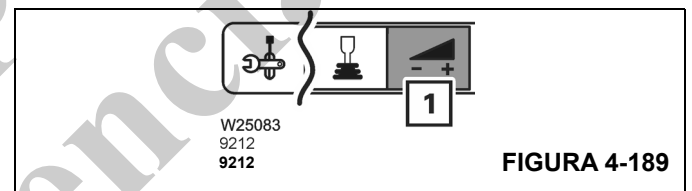

FIGURA 4-189
Seleccione y confirme el símbolo (1), (Figura 4-189).